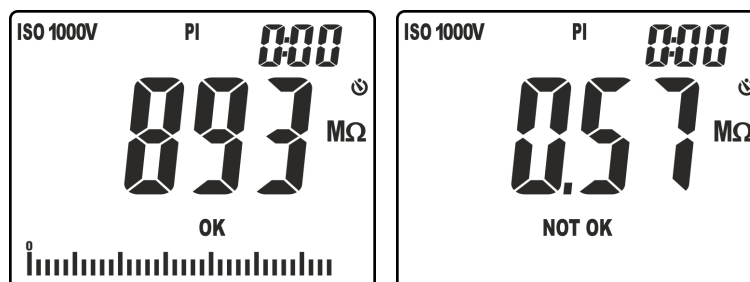

Fig. 23: Résultats de la mesure d'isolement en mode PI
9. La page.écran de Fig. 23, à gauche, affiche la valeur de la résistance d'isolement à la fin de la mesure avec résultat positif « OK » (valeur supérieure au seuil configuré). La page.écran de Fig. 23, à gauche, affiche la valeur de la résistance d'isolement à la fin de la mesure avec résultat négatif « NOT OK » (valeur inférieure au seuil configuré)